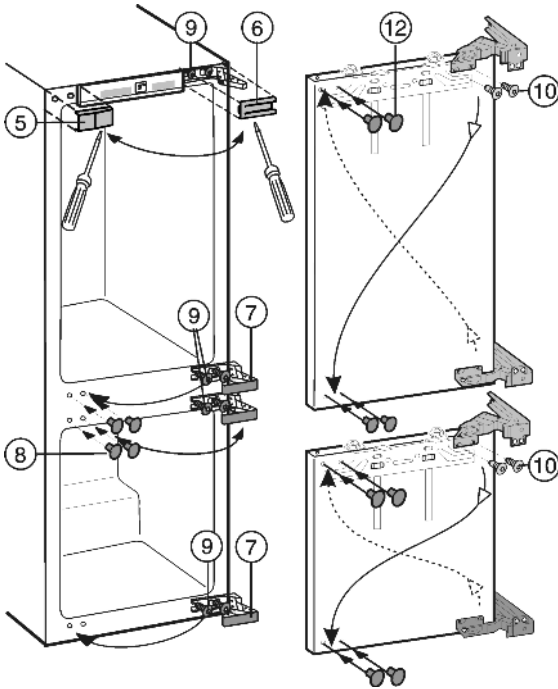

Fig. 3
- Afdekkingen Fig. 3 (5,6,7,8) met een schroevendraaier naar voor trekken en afnemen.
- Schroeven Fig. 3 (9) boven en onder aan het apparaat alleen losser draaien.
- Schroeven Fig. 3 (9) aan de andere kant aanbrengen, kort inschroeven.
- Schroeven Fig. 3 (10) losdraaien en de scharnieren diagonaal omklappen.
De schroeven Fig. 3 (10) zijn zelfsnijdend: accuschroevendraaier gebruiken.
- Met stoppen Fig. 3 (12) om de vrijgekomen bevestigingsgaten te dichten.
- Deuren in de voormonteerde schroeven Fig. 3 (9) hangen en schroeven met **4 Nm** goed aandraaien.